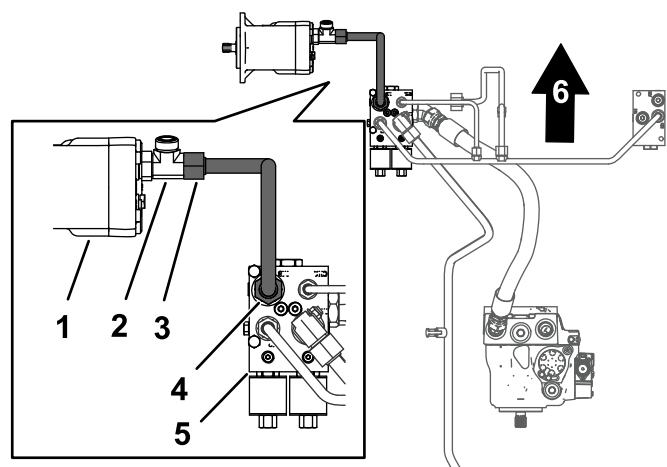

Figura 11
1. Alinee las tuercas del tubo del motor de tracción con los acoplamientos del motor de tracción y del distribuidor del divisor de flujo (Figura 11).